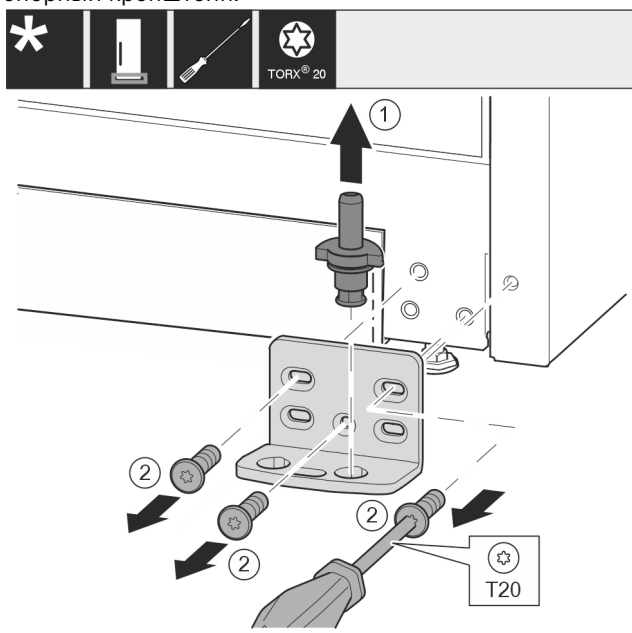

Fig. 18 \*
- ▶ Опорный палец Fig. 18 (1) полностью извлеките движением вверх.\*
- ▶ Открутите винты Fig. 18 (2) отверткой и снимите опорный кронштейн.\*